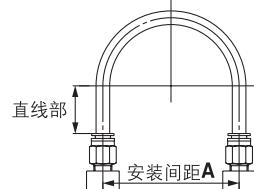

图1 推荐配管图
#### ①在快换接头上配管时，按图1推荐的配管条件，保持管长有裕量进行配管。